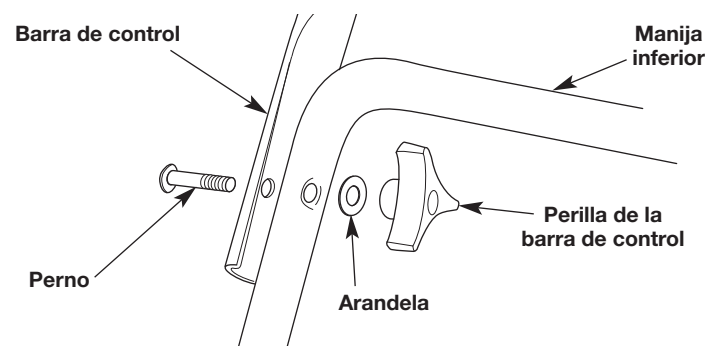

Fig. 2
1. Se debe alinear el orificio de la barra de control con el orificio de la manija inferior (Fig. 2).
2. Inserte un perno a través de los orificios alineados (Fig. 2).
3. Coloque una arandela sobre el perno (Fig. 2).
4. Coloque una perilla de la barra de control sobre el perno (Fig. 2).